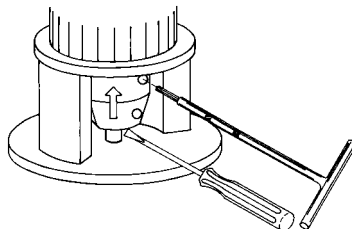

Fig. 17 Strângerea șuruburilor
6. Strângeți șuruburile câte două (o parte o dată) la cuplul specificat mai jos. Vezi fig. 17.